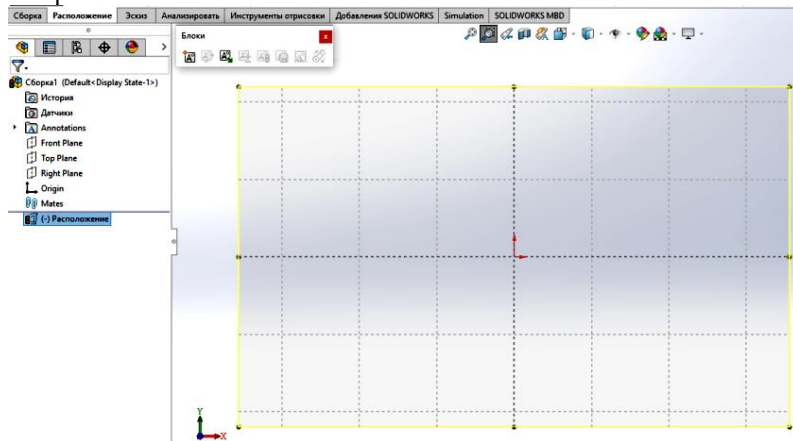

Рис.2. Вікно Розташування
2. Створюємо файл **Збірка** та у вікні **Почати збірку**, натискаємо кнопку **Створити розташування**. З'являється площина для створення блоків (Рис.2.) Для зручності, можна викликати панель **Блоки** (*Вид-Панель інструментів-Блоки*), хоча можна користуватися й **Панеллю менеджера**, де є всі потрібні кнопки.